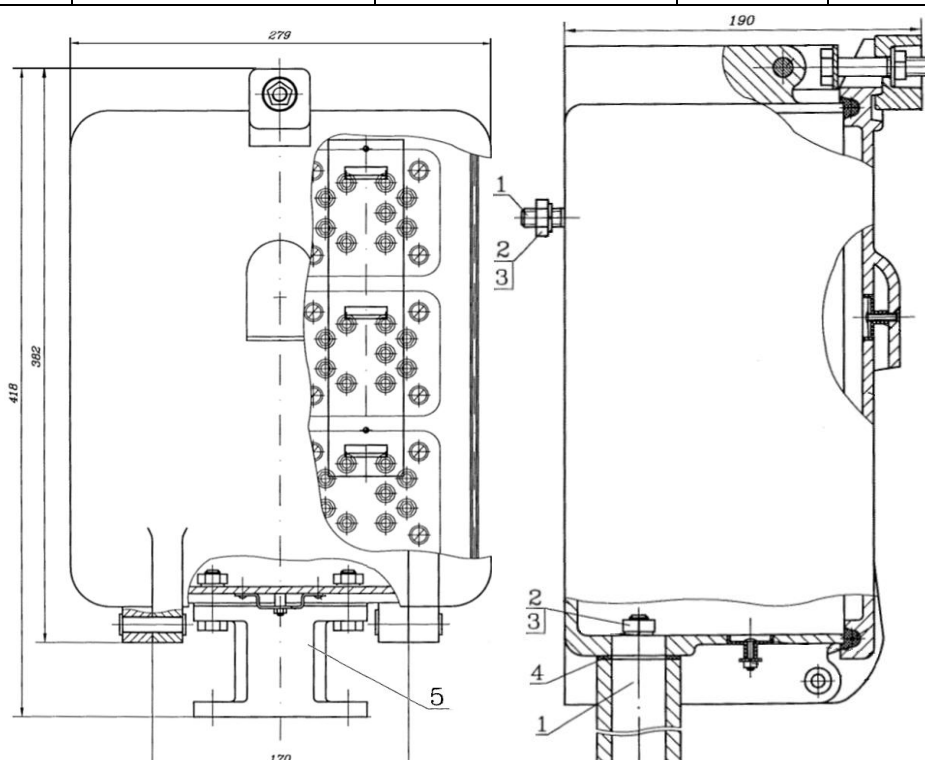

Рис.1. Трансформаторный ящик
Ящик трансформаторный по черт. 16986-00-00 рис.1
- открутить при помощи ключей на 17 мм гайки крепления промежуточной стойки (поз.5 (рис.1)) к трансформаторному ящику;